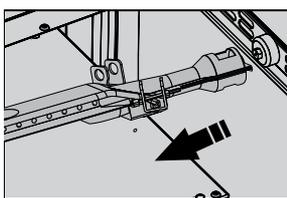

Figura 45
- Desensamble los tornillos que fijan el quemador con un destornillador adecuado y retire el quemador. (Ver figura 45).